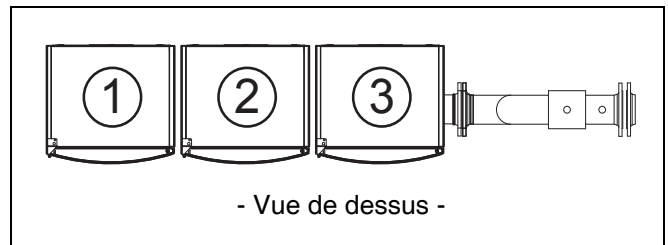
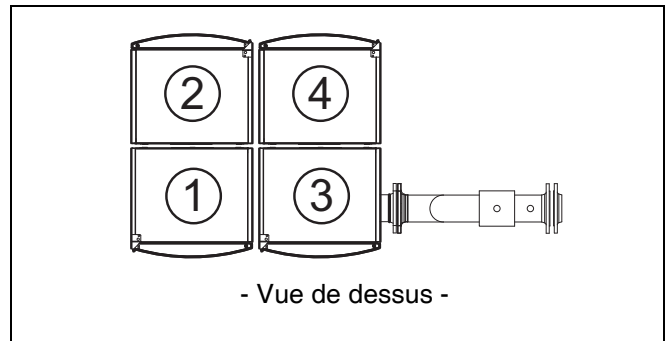

Fig. 8 Ordre de montage pour une configuration TL (parallèle)
Fig. 9 Ordre de montage pour une configuration TR (dos à dos)
- Accrocher la première chaudière sur le châssis comme représenté dans la fig. 8 ou fig. 9.
Tenir compte de l'ordre de montage indiqué dans les fig. 8 et fig. 9.